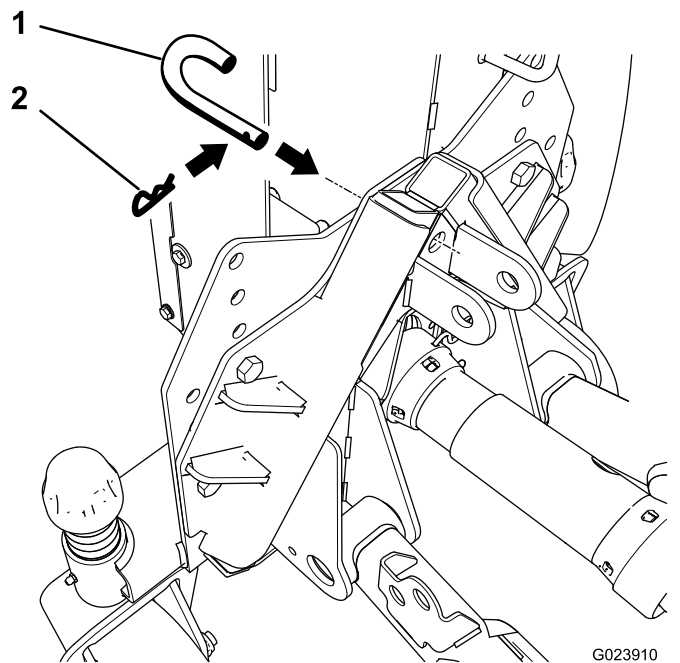

Figura 12
4. Insira o pino de bloqueio através dos adaptadores e prenda com um perno de gancho (Figura 12).